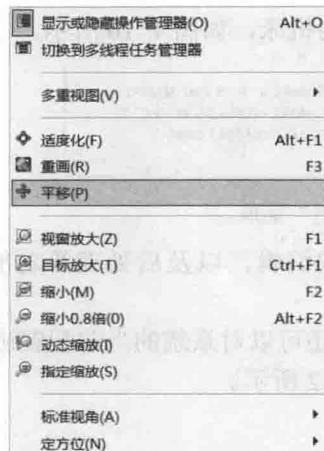

图 1-5 “视图”菜单
(3) 视图 用于视图的设置，可以平移、缩放视图，还可以选择屏幕中观察的视图角度，如图 1-5 所示。